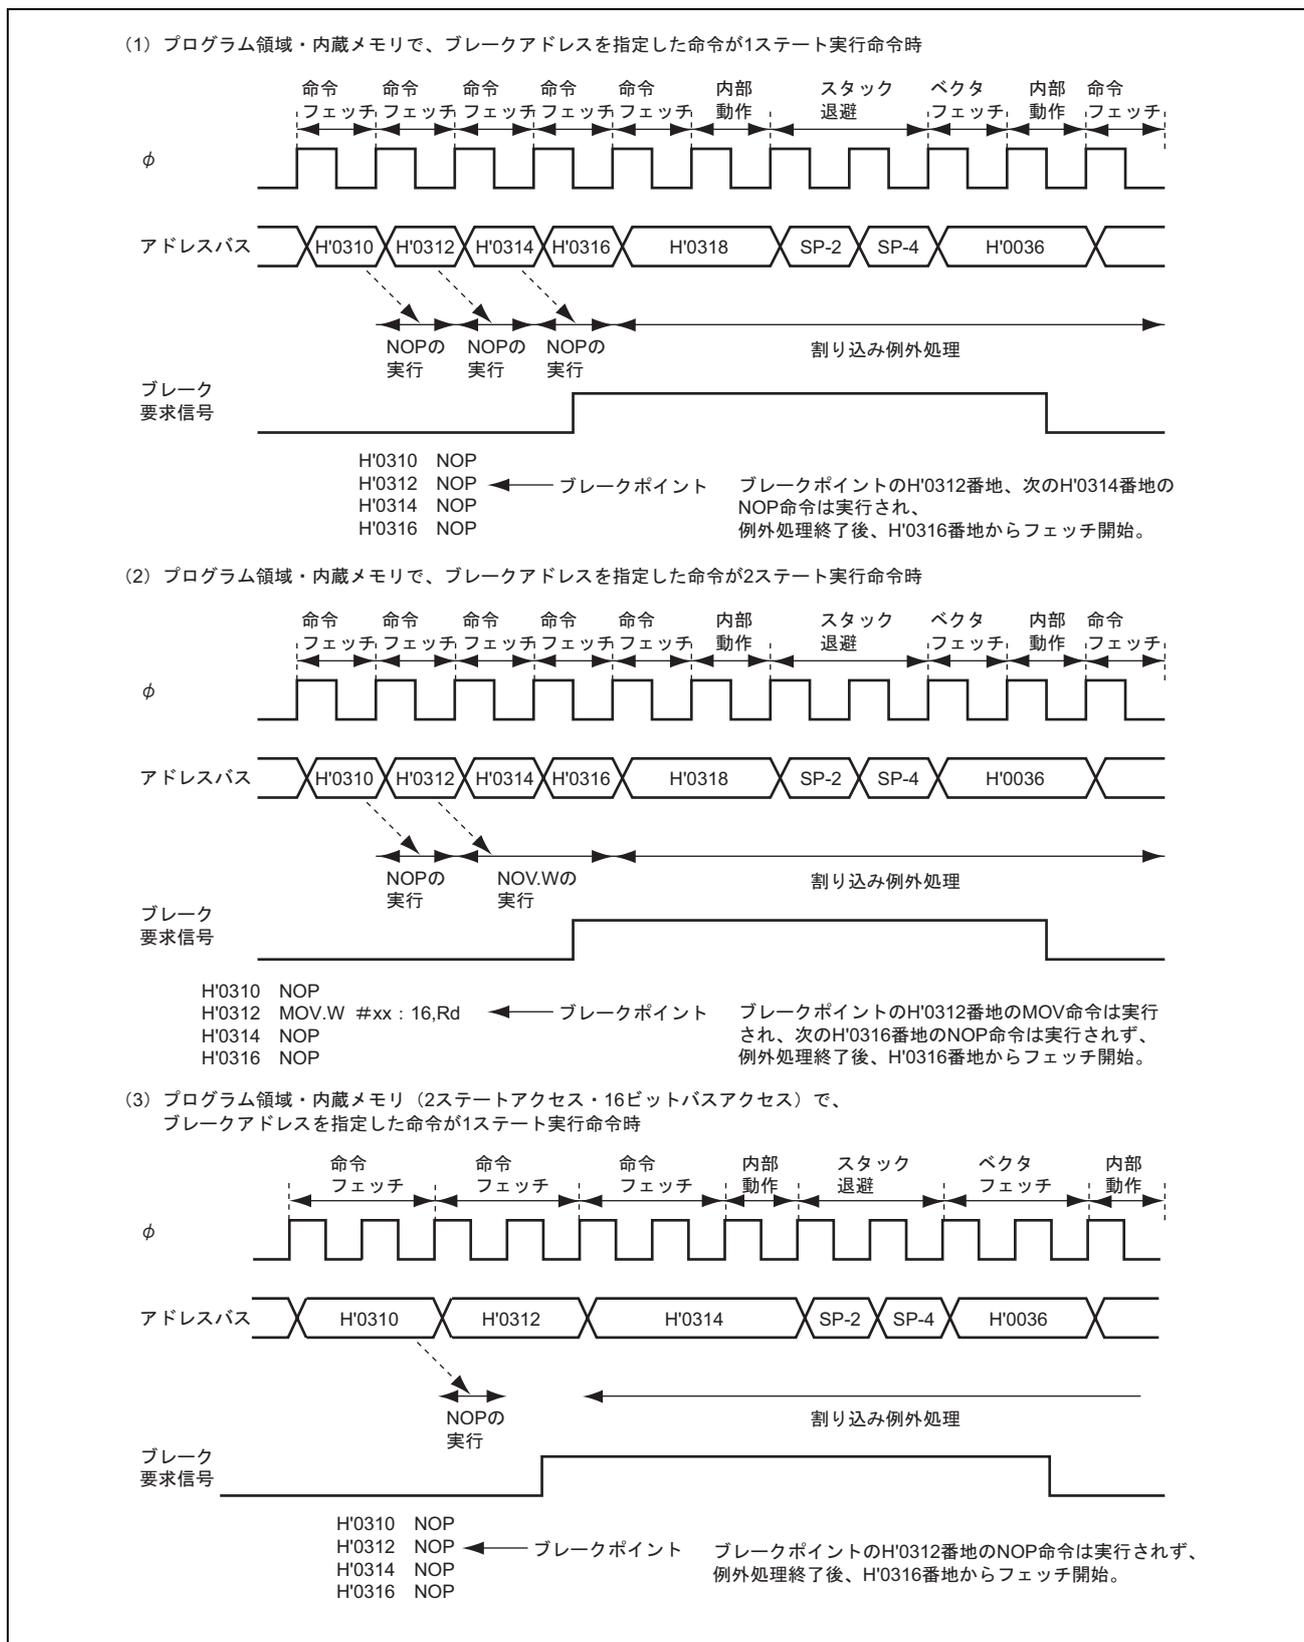

図 5.12 アドレスブレークタイミング例
3. アドレスブレイク割り込みは、内部プリフェッチ信号とアドレスの組み合わせにより発生しますので、設定したアドレスの命令および直前の命令内容、実行サイクルにより、割り込み例外処理の入るタイミングが異なります。図5.12にアドレスタイミング例を示します。